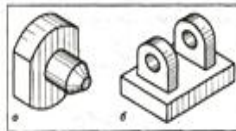

Рис. 226. Задания для самостоятельной работы: a — заготовка; b — основание
3. Выполните в тетради эскизы деталей, нанесите размеры (рис. 226).